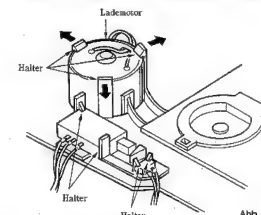

Abb. 5
## (5) Ausbau des Lademotors und der Schalter (Abb. 5)